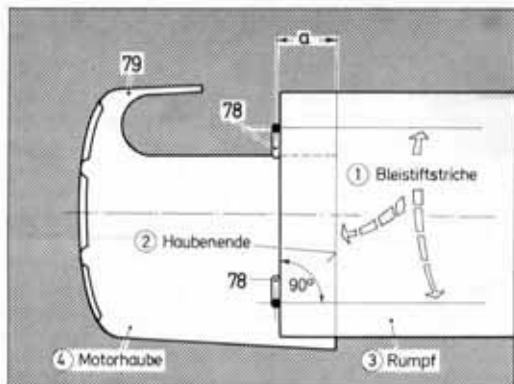

Abb. 7 Das Anzeichnen der Mittelpunkte der Bohrungen für die Befestigungsschrauben der Motorhaube.
Auf den Motorspant (16) die drei mit Aceton entfetteten Gewindebuchsen (78) entsprechend Plan (Schnitt B-B) mit Metallkleber festkleben. Rumpf dabei senkrecht stellen, Klebeverbindungen aushärten lassen. Dann, von der Mitte der Gewindebuchsen, mit einem rechten Winkel Bleistiftstriche auf der Rumpfober- bzw. unterseite nach hinten ziehen. Die Striche müssen über das spätere Haubenende hinausgehen. Siehe Abb. 7.
Den verwendeten Motor mit Platte (49) anschrauben. (Bei den HB-Motoren ist die Düsen-nadel nach oben zu verlängern), siehe Abbildungen. Die Motorhaube (79) entsprechend dem Motor, aussparen und anpassen. Am Haubenende ringsum einen Bleistiftstrich um den Rumpf ziehen und die vorher angezeichneten Mittellinien der Gewindebuchsen nach vorn auf die Haube verlängern, Haube abnehmen. Siehe Abbildung 7.